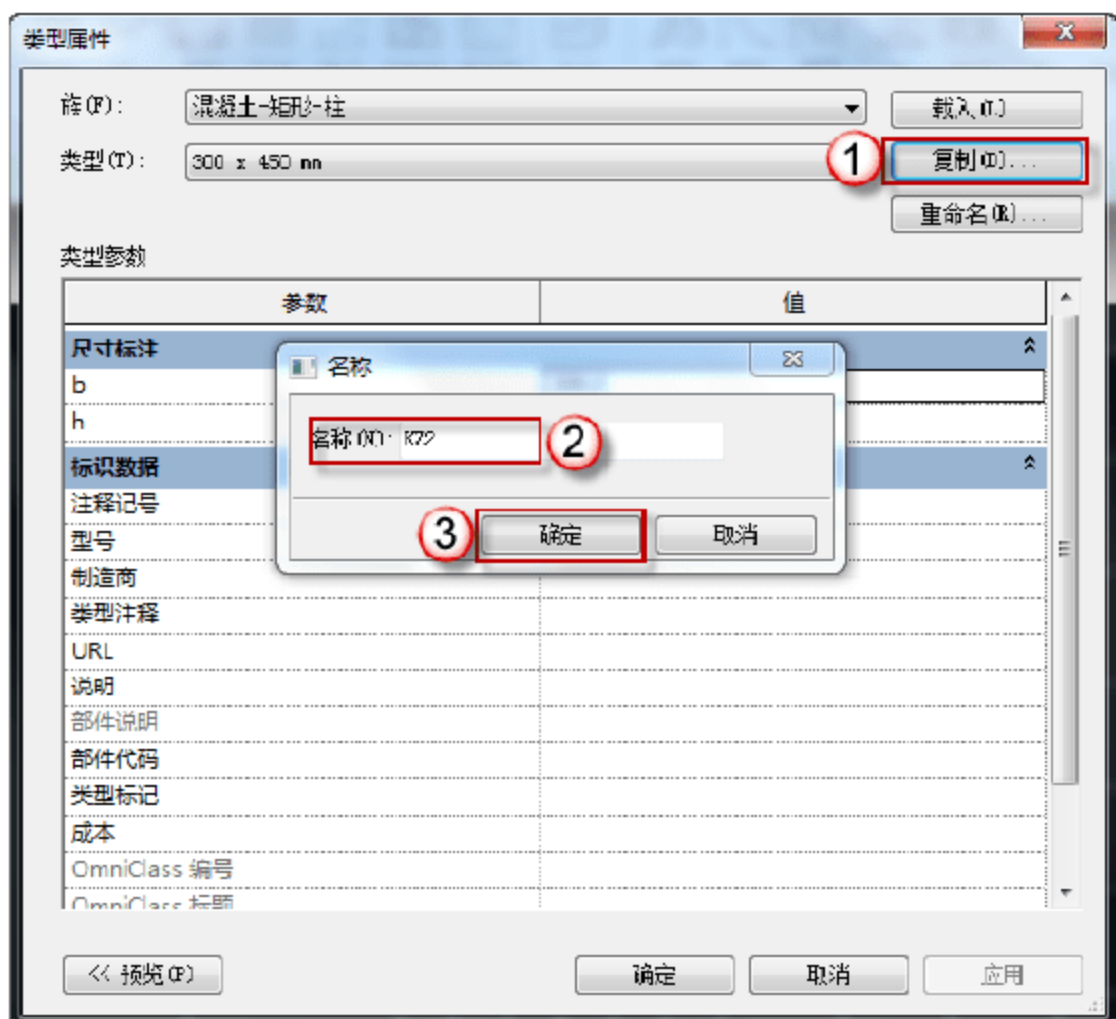
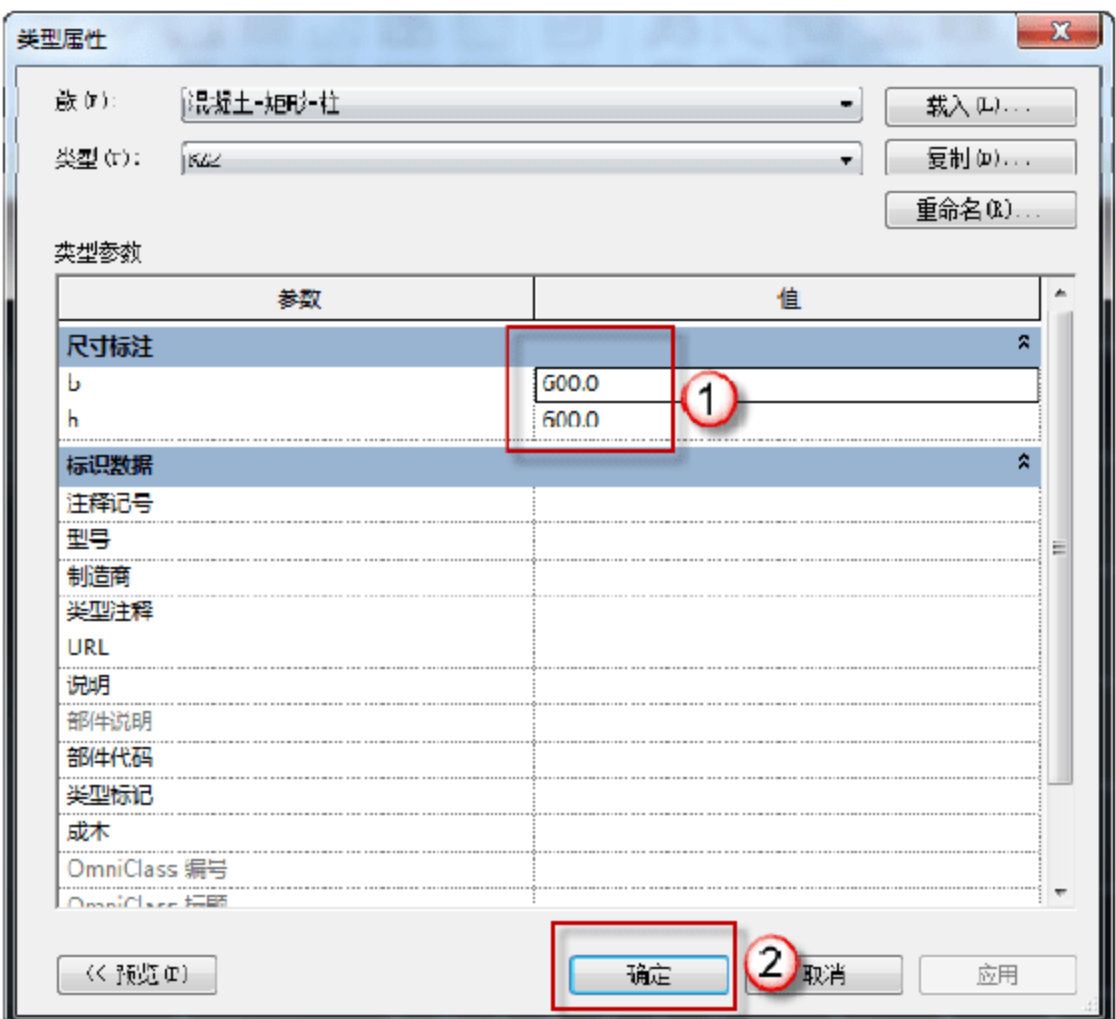

图 3.1.9 输入 KZ2 名称
图 3.1.10 输入 KZ2 截面尺寸
(6) 建立框架柱 KZ2 信息库。选择“结构”→“柱”→“编辑类型”命令，在弹出的“类型属性”对话框中，单击“复制”按钮，在弹出的对话框中输入 KZ2 字样，单击“确定”按钮。在“尺寸标注”栏中输入 b、h 的尺寸，单击“确定”按钮，如图 3.1.9 和图 3.1.10 所示。